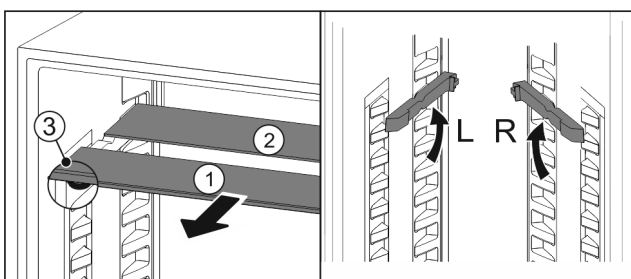

Fig. 54
- Glasplatten einzeln nach vorne herausziehen Fig. 54 (1).
- Glasplatte Fig. 54 (1) mit Zierleiste liegt vorne.
- Stopps Fig. 54 (3) zeigen nach unten.